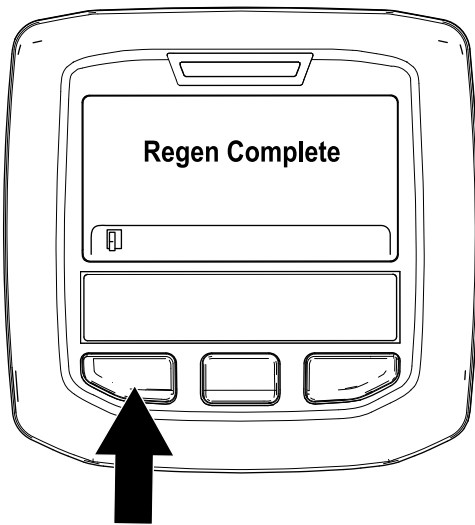

Figura 47
9. Cuando la regeneración en estacionamiento se haya completado, en el InfoCenter se muestra el mensaje "Regen Complete" (Regeneración completada). Pulse el botón izquierdo para salir de la pantalla de inicio (Figura 47).